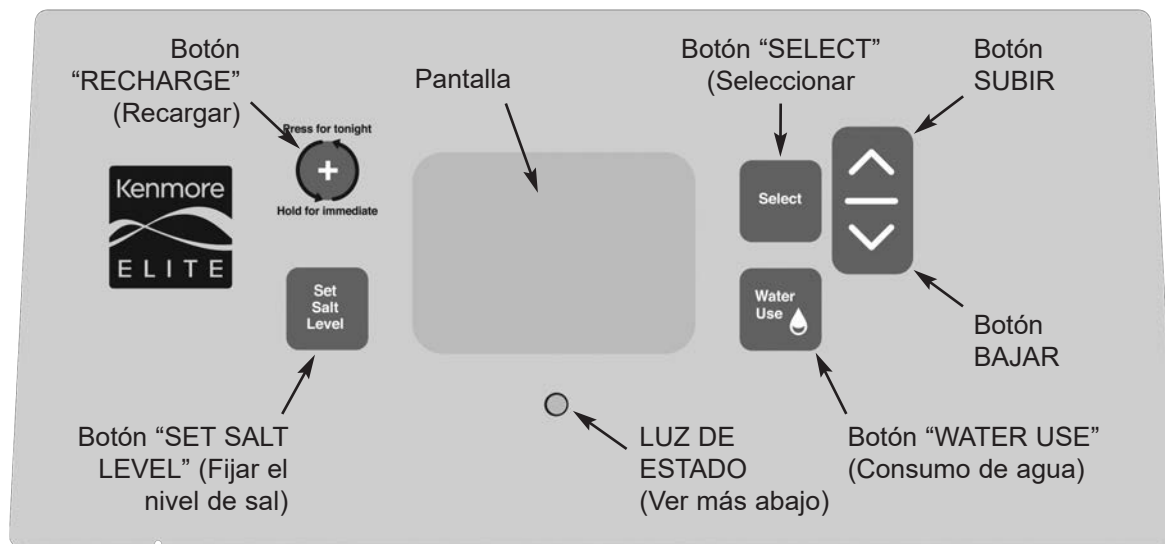

FIG. 16
5. Inicie un ciclo de regeneración; para ello mantenga oprimido por 3 segundos el botón REGENERATION (regeneración) (vea la Fig. 16 en la página 14). Comenzará a funcionar el motor de la válvula y esta avanzará a la posición “Fill” (llenado).